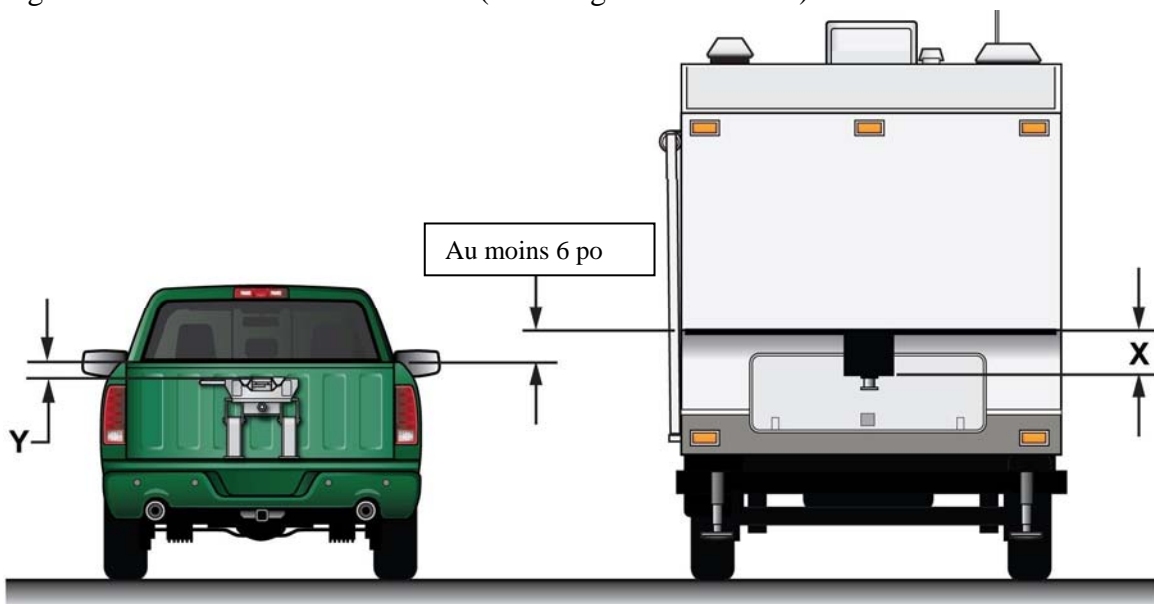

Figure 1
1. S'assurer que la traverse est ajustée à la bonne hauteur pour fournir un dégagement minimum de 6 po entre la partie inférieure de l'avant de la remorque et la partie supérieure des côtés de la boîte du camion, et permettre un remorquage de niveau de la caravane à sellette (voir la figure 1 ci-dessous).
Avec la partie supérieure de la tête de niveau, mesurer jusqu'au dessus de la boîte de camionnette (dimension Y dans la figure 1). Sur la remorque, mesurer à partir de la face inférieure de la boîte de pivot jusqu'à la face intérieure de la remorque (dimension X dans la figure 1). La mesure X moins la mesure Y donne la quantité de dégagement entre la partie supérieure de la boîte de camionnette et le dessous de la remorque.